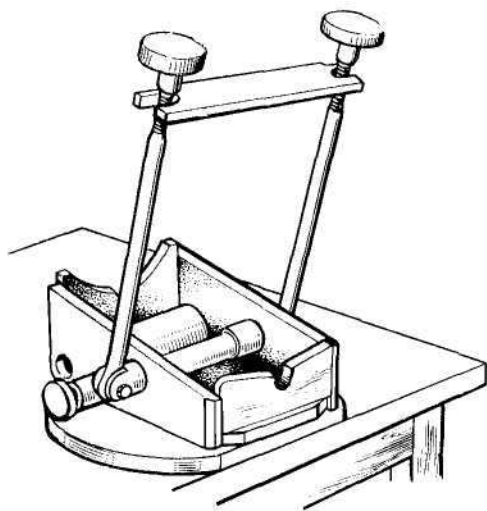
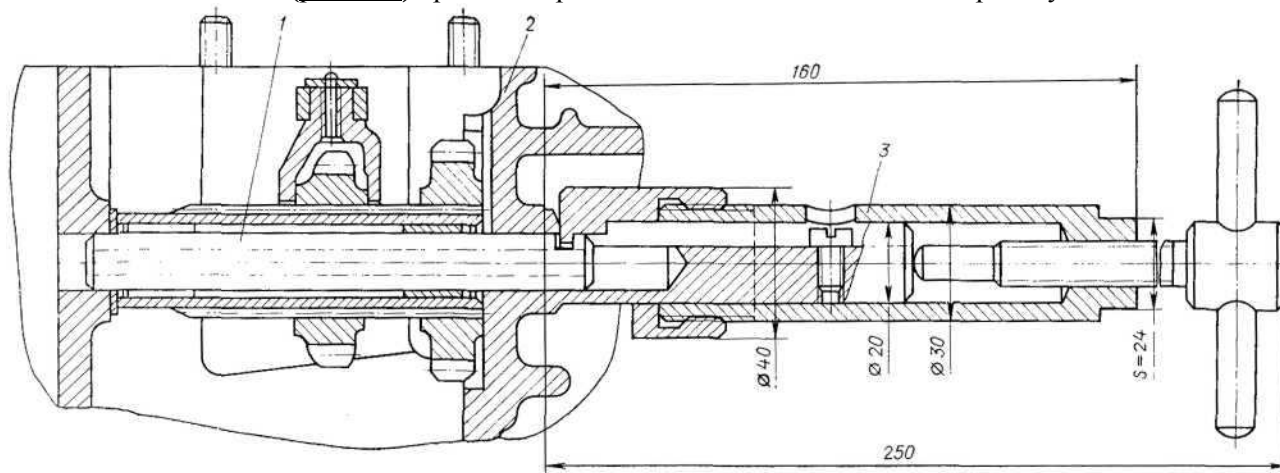
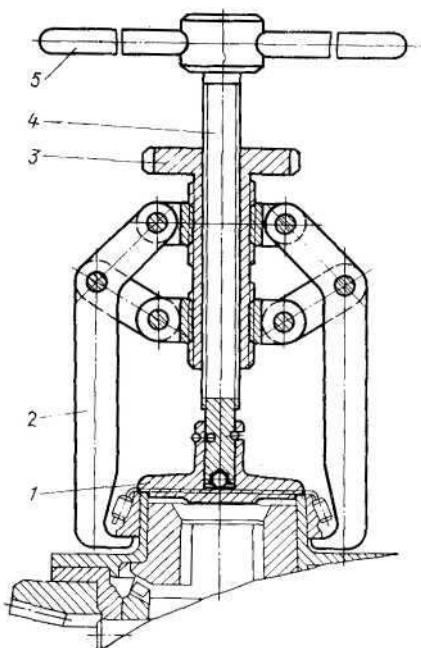

Рис. 124. Приспособление для сборки и разборки коробки передач
Рис. 129. Съёмник оси шлицевого вала:
Рис. 133. Съёмник подшипника дифференциала:
Разборка. При разборке и последующей сборке коробки и дифференциала рекомендуем иметь: приспособление (рис. 124) для крепления коробки; стопор зубчатого венца (рис. 127); съёмник оси шлицевого вала (рис. 129); съёмник подшипника дифференциала (рис. 133); оправку для удержания шестерён (рис. 137); контрольное приспособление (рис. 134) для подбора толщины регулировочных шайб и проверки зазоров в главной паре (рис. 143); ключи торцовые и динамометрические с набором головок 10, 12, 13, 17, 30 и 36 мм; плоскогубцы комбинированные; отвёртку; выколотку из мягкого металла; ключ для гаек подшипника дифференциала.
- установите коробку передач на приспособление для сборки и разборки (рис. 124);
- пользуясь съёмником 3 (рис. 129), выпрессуйте ось 1 из картера коробки, извлеките шлицевой вал с промежуточными шестернями заднего хода из картера коробки;
- установите корпус дифференциала в сборе в тиски и, пользуясь съёмником, снимите внутренние кольца конических подшипников (рис. 133).